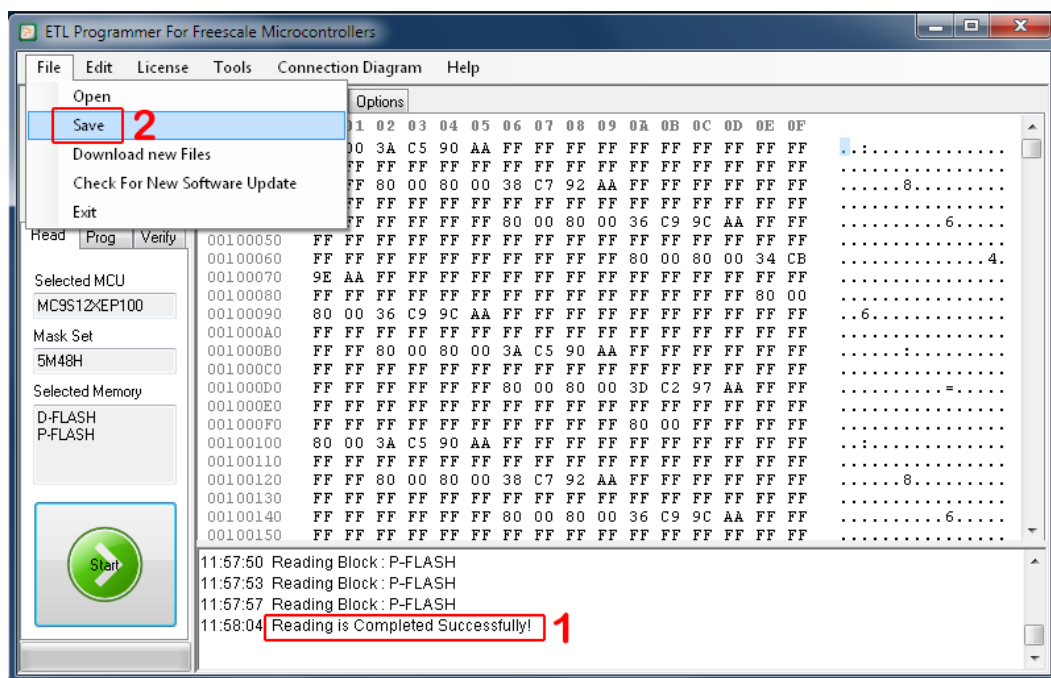

Figura 24 Guarde datos de memoria (dump) en un archivo
- Guardar datos de memoria (dump) en un archivo (Figura 24).